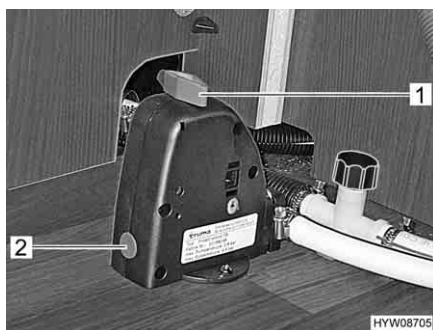

Fig. 148 Valvola di sicurezza/di scarico (solo per boiler Truma Combi)
- Se il boiler è dotato di una valvola di sicurezza/di scarico, chiudere la valvola di sicurezza/di scarico. A tal fine ruotare la manopola (Fig. 148,1) verticalmente rispetto alla valvola di sicurezza/di scarico e premere il bottone automatico (Fig. 148,2).